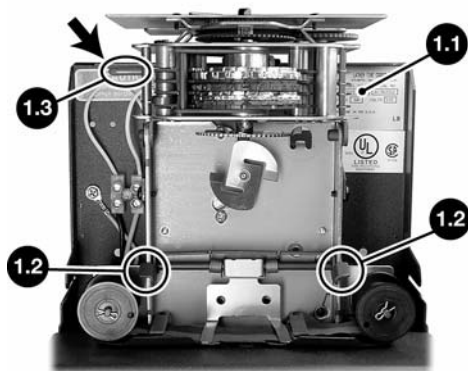

Figure 1
*Exemple : Comme le quatrième chiffre du numéro du modèle 2104 est un « 4 », le format d'impression utilisé sera celui de 0 à 59 minutes et de 0 à 23 heures (voir le tableau ci-dessus). Le numéro du modèle est sur l'**étiquette 1.1** dont l'emplacement est indiqué par la **Figure 1**.*
4. Appuyez sur un des côtés **du dispositif de blocage du panneau d'impression – 1.2** et soulevez la partie inférieure du cadran jusqu'à ce que le panneau d'impression soit bloqué en haut, tel qu'illustré dans la **Figure 1**. Remarquez la position du levier de dégagement et de la roue de réglage.